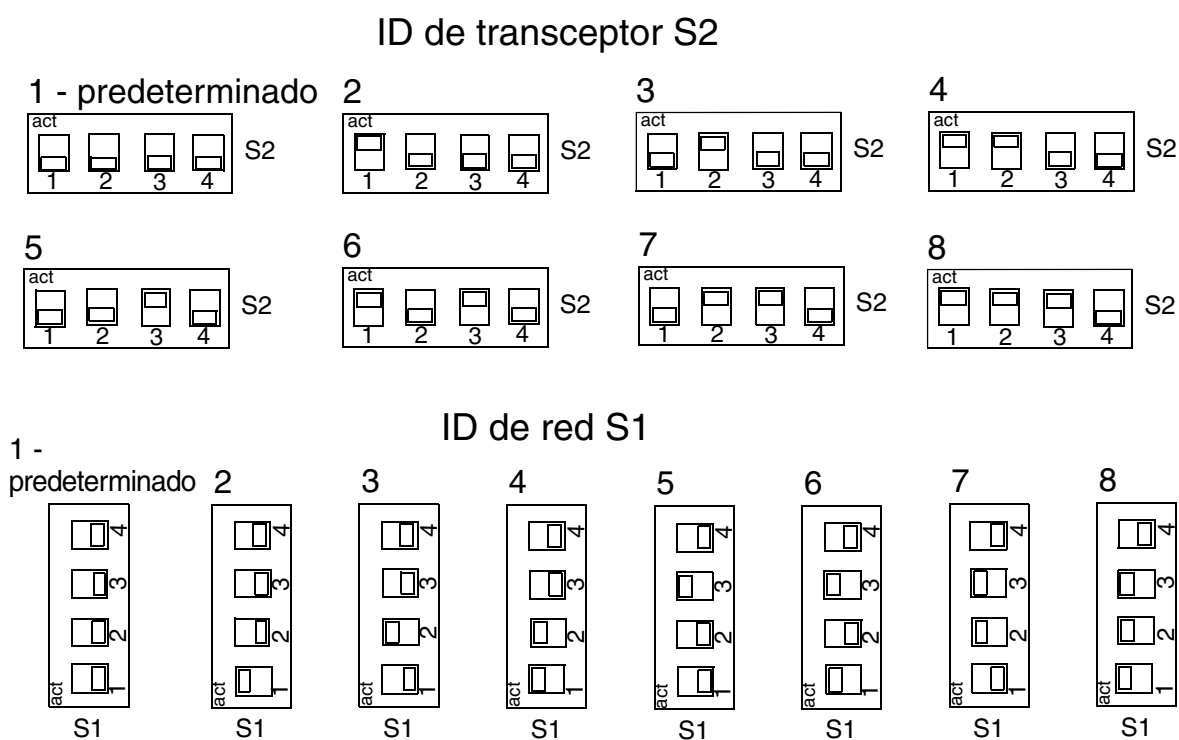

FIG. 3
Existen 8 IDs de red y 8 IDs de transceptor posibles al cambiar la posición de los interruptores de inmersión. Las ocho posiciones están identificadas como 1, 2, 3, 4, 5, 6, 7 y 8. Véase FIG. 2 y FIG. 3 en las páginas 5 y 6.
- Retire el plástico de protección sobre la cubierta (5) en la pantalla del TLM que se utilizó para el envío y elimínelo.
- Extraiga los cuatro tornillos (3) que sujetan la cubierta del monitor del depósito (7).
- Retire la cubierta (7).
- Retire la espuma aislante (4) para acceder a la placa de circuitos.
- Si están instaladas, extraiga las pilas (1).
- Ajuste la configuración del S1 y el S2 para que coincida con la del transceptor con el que se comunicará este TLM (FIG. 2 y FIG. 3).
Véase FIG. 3 para consultar configuraciones de ajuste de interruptores de inmersión.